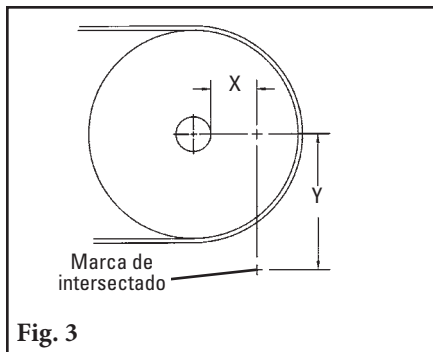

Fig. 3
5. **Determine la medida Y.** Desde la marca horizontal X, realice una línea vertical hacia abajo a la medida Y seleccionada y haga una marca (Fig. 3). Esta es la posición correcta para el centro del eje.